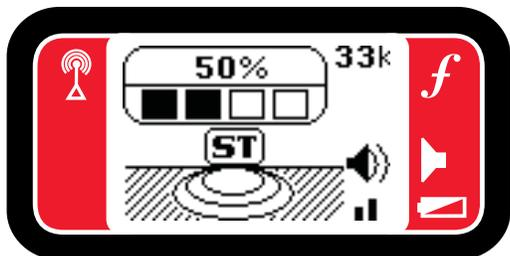

Figura 18 – Pantalla de modo inductivo
- Presione la tecla de encendido/apagado  para encender el ST-33Q. Presione la tecla de modo inductivo  para alternar el ST-33Q entre el modo de conexión directa y el modo inductivo (Ver Figura 18).